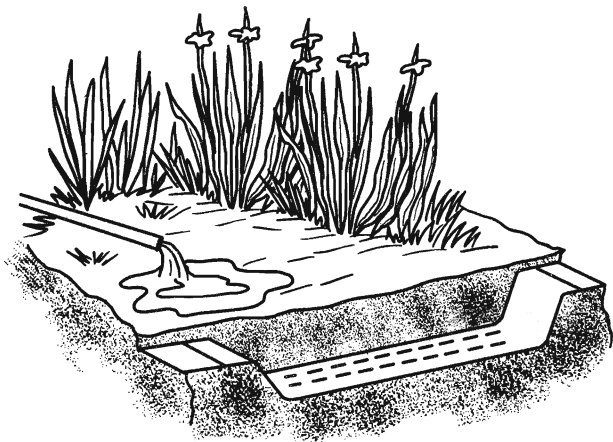

Рис. 70. Декоративное болото
*Этап V.* Следующий этап — высадка влаголюбивых растений, которые создадут естественный уголок, соответствующий пейзажному стилю. С данной целью используют таволгу, папоротники, пушицу, вербейник, купальницу, а также клюкву, бруснику, росянку, сфагнум. Из садовых культур высаживают лилейник, бадан, хост, астильбу, примулу (рис. 70).